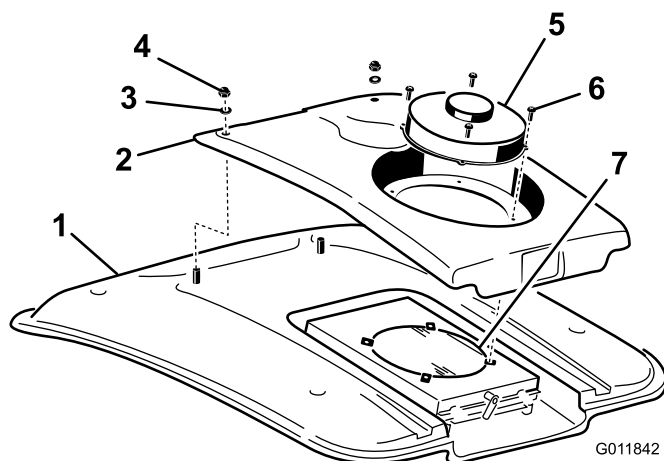

図 89
2. ファン取り付け部にファンとコンデンサを固定しているねじ4本を外す(図 89)。
4. コンデンサカバーの前部をキャブの屋根に固定しているナット2個とワッシャを外す(図 89)。
8. スクリーンを圧縮空気ですていねいに洗浄する(図 89)。